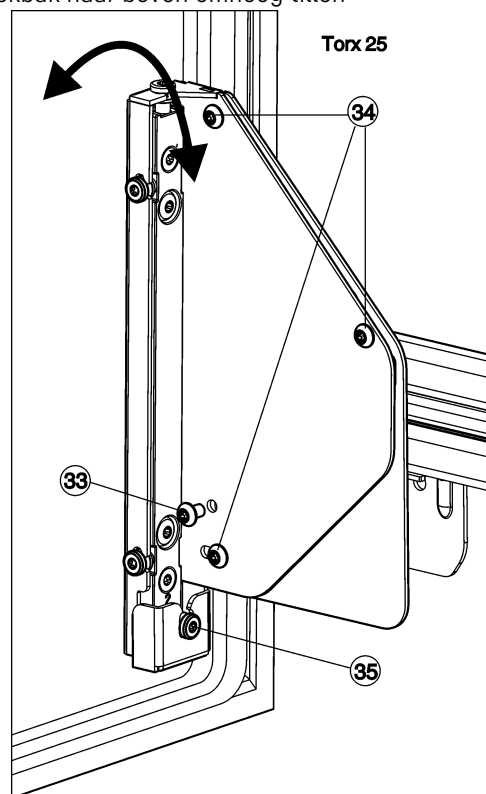

Fig. 26
- ▶ De schroef Fig. 26 (33) volledig eruit schroeven.
- ▶ De schroef Fig. 26 (33) opruimen, hij is niet langer nodig.
- ▶ Schroeven Fig. 26 (34) met 1 à 2 slagen alleen losdraaien.
- ▶ Stelschroef Fig. 26 (35) draaien. Rechtsom: de deur helt boven van het apparaat weg. Linksom: de deur helt boven naar het apparaat toe en onder van het apparaat weg.
- ▶ Nadat de hoek versted is alle schroeven Fig. 26 (34) weer stevig vastdraaien.